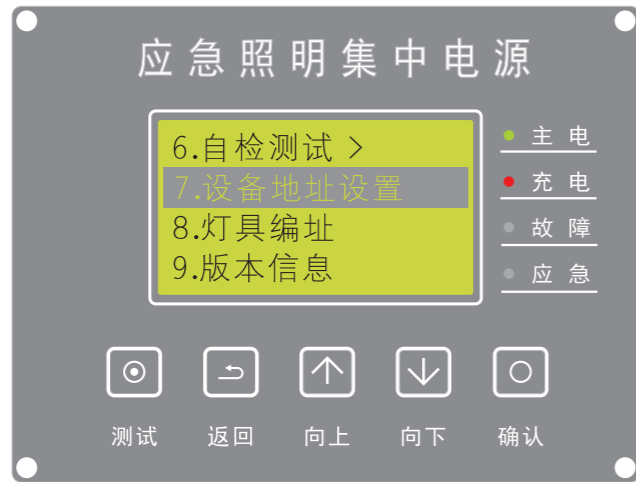

图15
(8)、设备地址设置：在主屏时，按【确认】键进入菜单，按【向上/向下】选择【设备地址设置】（如图15）按确认键进入。